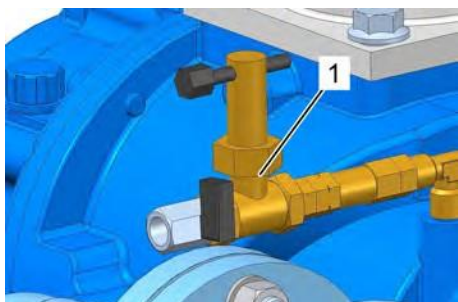

Рис. 32: Шаровой кран
4. → Закройте шаровой кран (Рис. 32/1) в шлангопроводе между насосом и компрессором.
13. ➤ Откройте шаровой кран (Рис. 32/1) в шлангопроводе между насосом и компрессором.